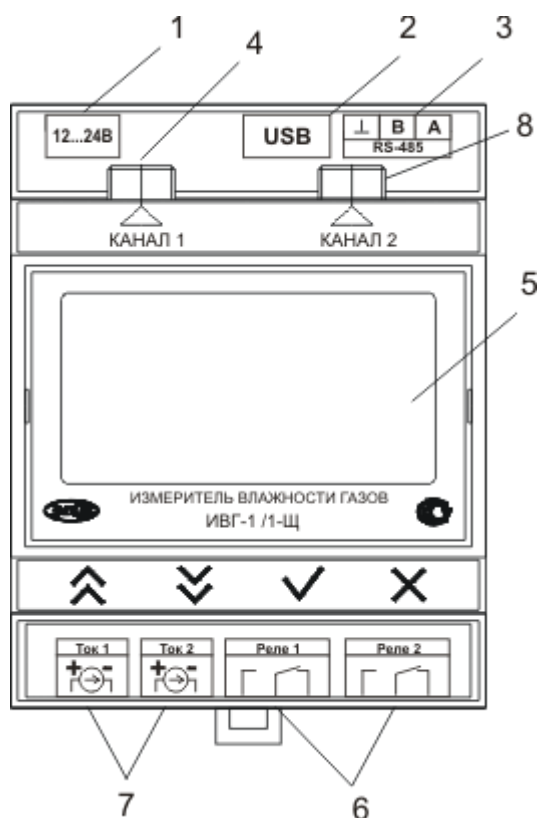

Рисунок 3.1 Передняя панель измерителя ИВГ-1 /1-Щ-Д-2Р-2А
**Разъем поз.4** ( рисунок 3.1) предназначен для подключения преобразователей к прибору. Цоколевка разъема приведена на рисунке 3.5.